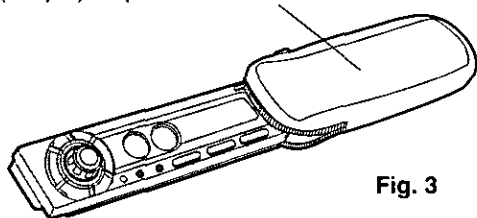

Fig. 3
d) Retirer l'appareil en le tirant avec les deux mains. (→ Fig.3)
- ④ Tel qu'illustré à la figure 3, ranger le panneau dans l'étui. Le panneau peut alors être transporté en toute sécurité.
⑦ Étui (souple) du panneau avant amovible